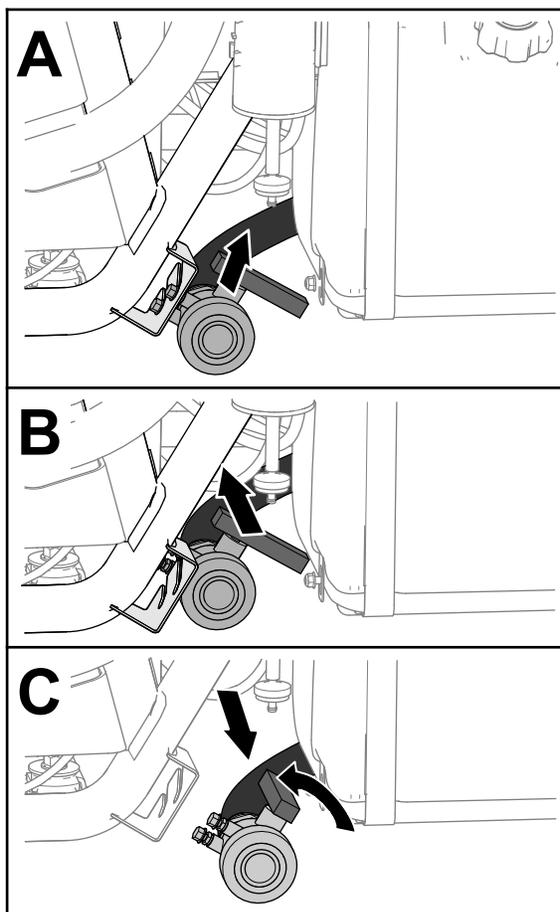

Figura 27
2. Individuate la valvola di spurgo del serbatoio sul lato sinistro della macchina, davanti al serbatoio del carburante (Figura 27).
3. Sollevate la valvola e spostatela entrobordo fino a quando i perni di supporto della valvola non liberano le fessure nella staffa della valvola di scarico, e spostate la valvola verso dietro (Figura 27).
4. Allineate l'estremità della valvola con il contenitore di spurgo e ruotate la stegola della valvola in senso antiorario in posizione di apertura (Figura 27).
5. Una volta spurgato completamente il serbatoio, ruotate la maniglia della valvola di spurgo in posizione di chiusura e montate la valvola sulla staffa della valvola di spurgo (Figura 27).